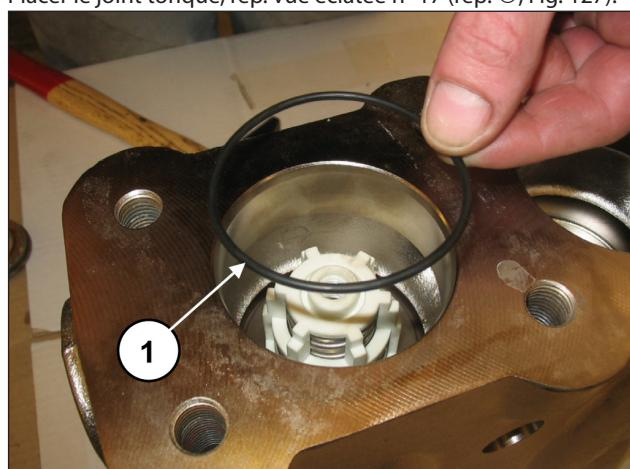

Fig. 127
Placer le joint torique, rep. vue éclatée n° 17 (rep. ①, Fig. 127).